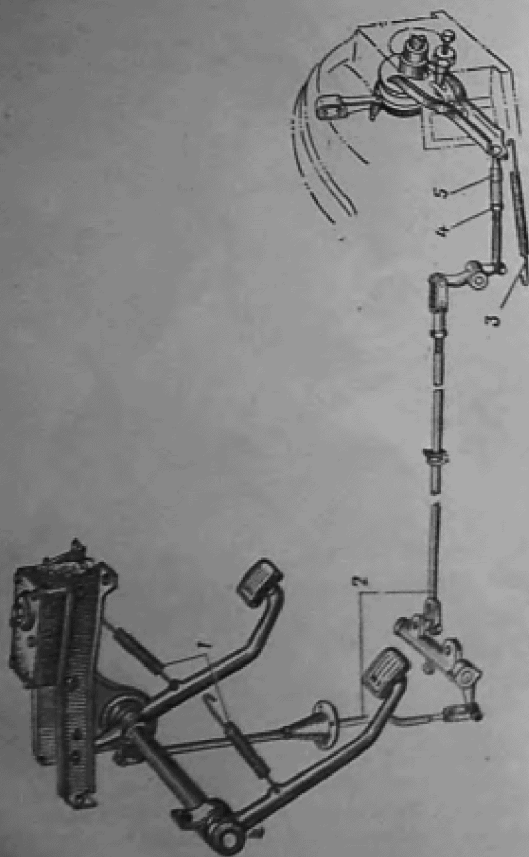

Рис. 7. Привод выключения сцепления автомобиля VAZ-462:
- отсоедини оттяжную пружину 3 (рис. 7) вилки выключения сцепления и педали;